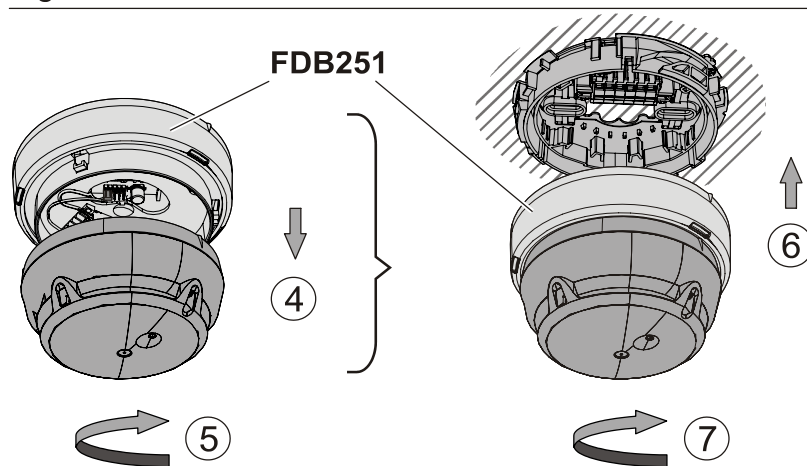

Fig.2
- Screw the base adapter onto the new detector (Fig. 2) until it snaps into place.
- Drehen Sie den Sockeladapter auf den neuen Melder (Fig. 2) bis zur Einrastung.
- Vissez l'adaptateur d'embase sur le nouveau détecteur (Fig. 2) jusqu'à ce qu'il s'enclenche.
- Enrosque el zócalo adaptador en el detector nuevo (Fig. 2) hasta que encaje.
- Avvitare l'adattatore per base sul nuovo rivelatore (Fig.2) fino all'incastro.